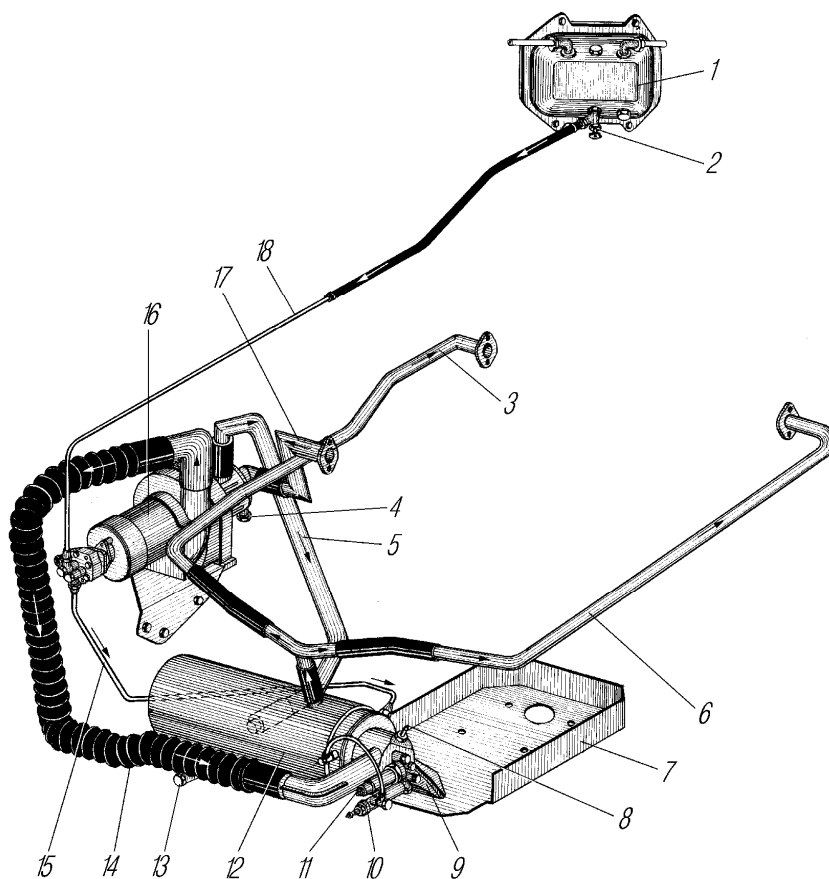

Рис. 58. Система предпускового подогрева двигателя:
- предпусковой подогреватель, состоящий из: котла 12 (рис. 58), расположенного на первой поперечине рамы автомобиля; насосного агрегата 16 (электродвигатель, вентилятор, жидкостный и топливный насосы), расположенного на правом лонжероне рамы автомобиля; источника высокого напряжения;
Подогреватель работает следующим образом. Топливный насос забирает топливо из бачка подогревателя и под давлением при открытом электромагнитном клапане впрыскивает его через форсунку в горелку, где распыленное топливо смешивается с воздухом, воспламеняется и сгорает, нагревая в котле жидкость. Под действием насоса жидкость циркулирует по трубопроводам, по блоку в направлении, показанном стрелками на рис. 58.